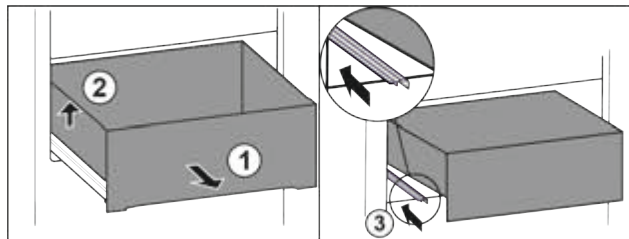

Fig. 74
- ▶ Витягніть висувний ящик до упору. Fig. 74 (1)
- ▶ Підняти висувний ящик ліворуч. Fig. 74 (2)
- ▶ Вставити ліву рейку. Fig. 74 (3)